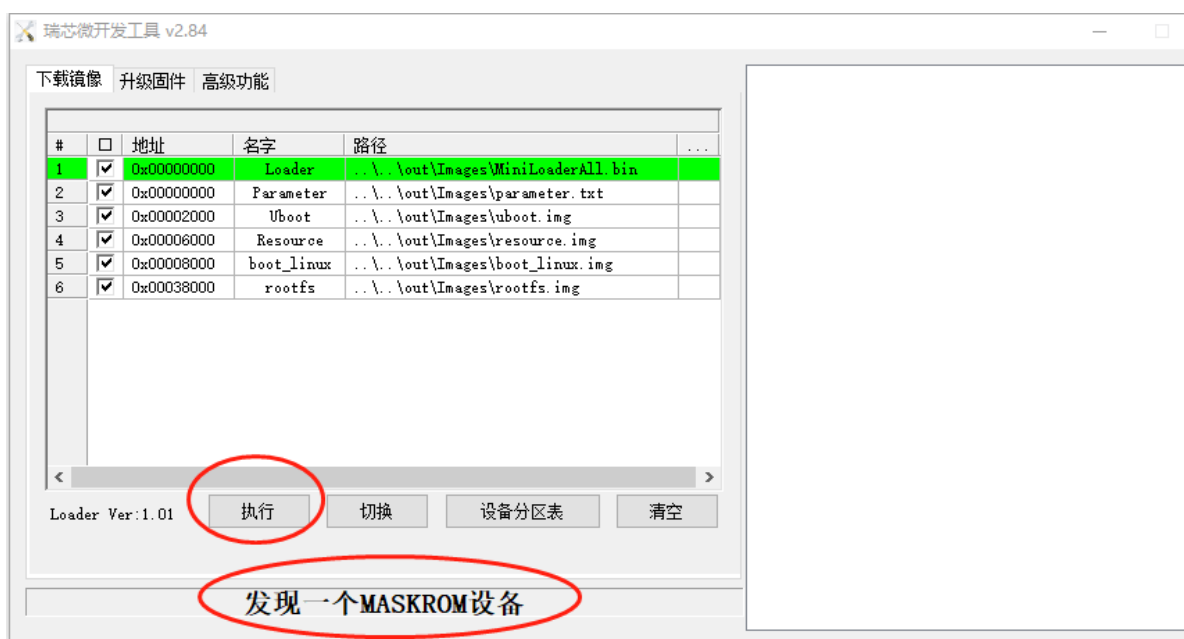

图1-3：发现一个MASKROM设备
- 发现一个MASKROM设备（如图1-3所示）：表示开发板进入maskrom烧写模式。